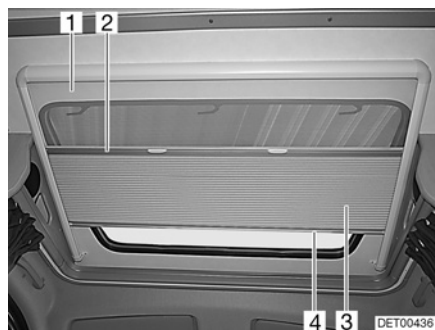

Bild 32 Dachfenster
Die Faltverdunklung (Bild 32,3) ist mit dem Insektenschutz (Bild 32,1) fest verbunden.
- Die Faltverdunklung in der Mitte des Abschluss-Stabes (Bild 32,4) fassen und vorsichtig nach unten ziehen.
- Die Faltverdunklung am Abschluss-Stab (Bild 32,4) langsam zurückführen.
- Den Insektenschutz in der Mitte des Abschluss-Stabes (Bild 32,2) fassen und vorsichtig ganz nach unten ziehen.
- Den Insektenschutz am Abschluss-Stab der Faltverdunklung (Bild 32,4) langsam zurückführen.